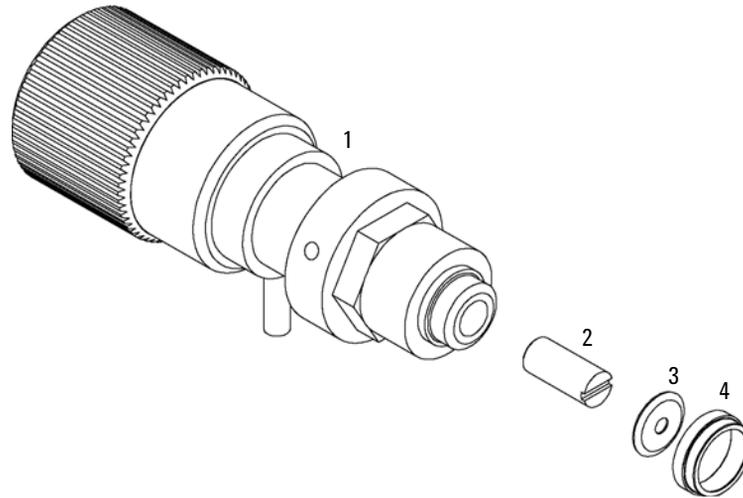

Abbildung 25 Teile des Spülventils
- 6 Setzen Sie eine neue Fritte in das Spülventil ein. Der Spalt muss in Richtung Golddichtung zeigen (siehe Abbildung 25 auf Seite 119).